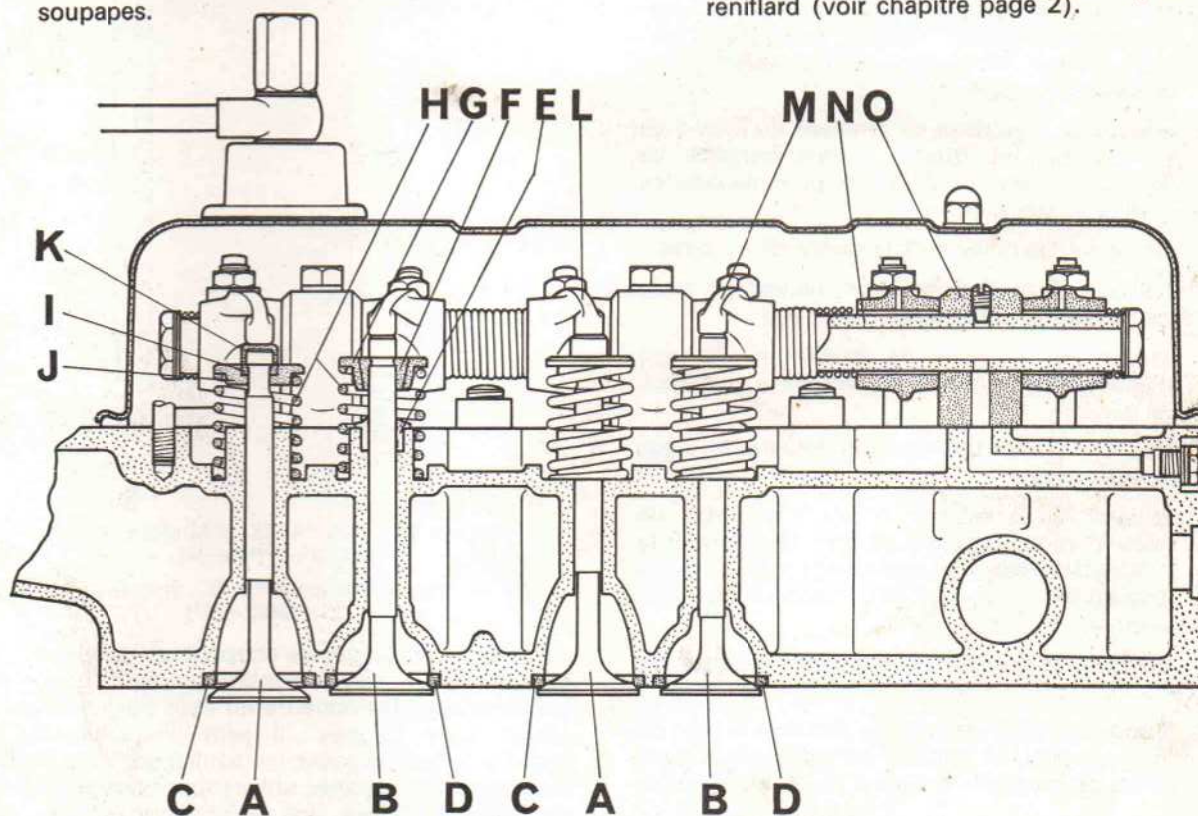

Figure 26. DISPOSITION DES SOUPAPES
1. Remplacer les joints d'étanchéité de queues de soupapes d'admission (voir figure 26), se servir de l'outil spécial 961 236 en s'assurant qu'il n'y a aucune bavure sur les chanfreins des logements de joints dans la culasse. Placer un joint neuf sur l'outil, enduire le joint de graisse et le présenter sur le logement de culasse. Mettre en place en frappant l'outil de deux ou trois coups de massette en cuivre. La mise en place des joints de queues de soupape d'admission devra se faire après rectification complète du plan de joint de culasse et des sièges, d'autre part après mise en place des joints introduire une fois pour toutes les soupapes dans la culasse et ne plus les retirer, car on risquerait à l'extraction de déformer l'arête supérieure des joints avec les gorges de logement de clayettes demi-lune.